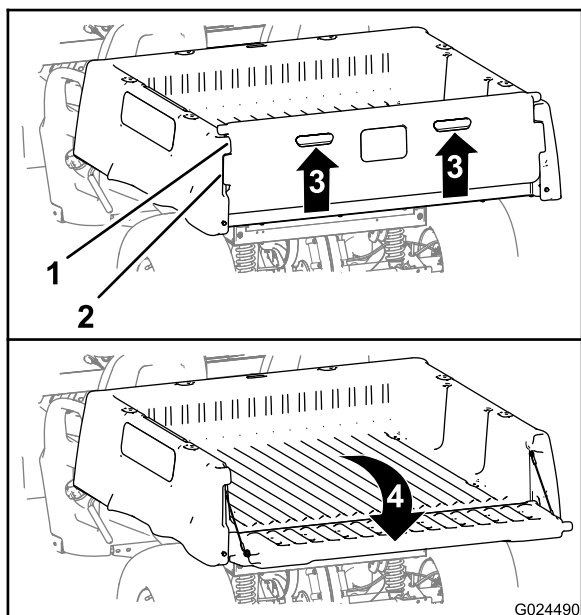

図 12
2. テールゲートのバックパネルについているフィンガープルを持ち上げる [図 12]。
3. テールゲートのロックフランジを、荷台のテールゲートフランジの開口に合わせる [図 12]。
4. テールゲートを後方に倒す [図 12]。
6. テールゲートを立てて閉じ、ロックフランジテールゲート側がテールゲートポケット荷台側と面一になるようにする [図 12]。
7. 荷台の背部まで、テールゲートを下ろす [図 12]。